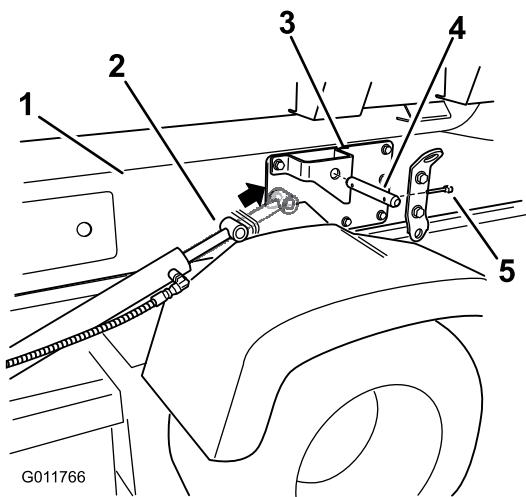

Figura 4
2. Extienda los cilindros de elevación hasta los soportes del patín del depósito. Alinee los brazos de los cilindros con los taladros de los soportes de los patines del depósito (Figura 4).
3. Sujete el patín del depósito a los cilindros de elevación en ambos lados del vehículo con el pasador y la chaveta (Figura 4).